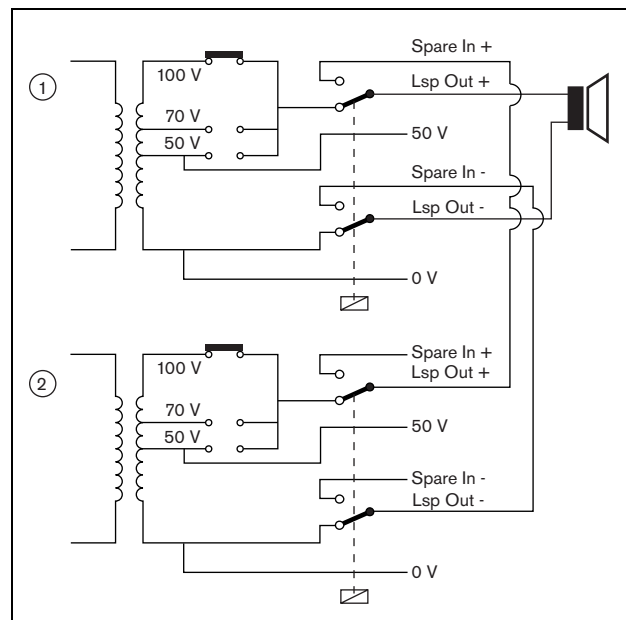
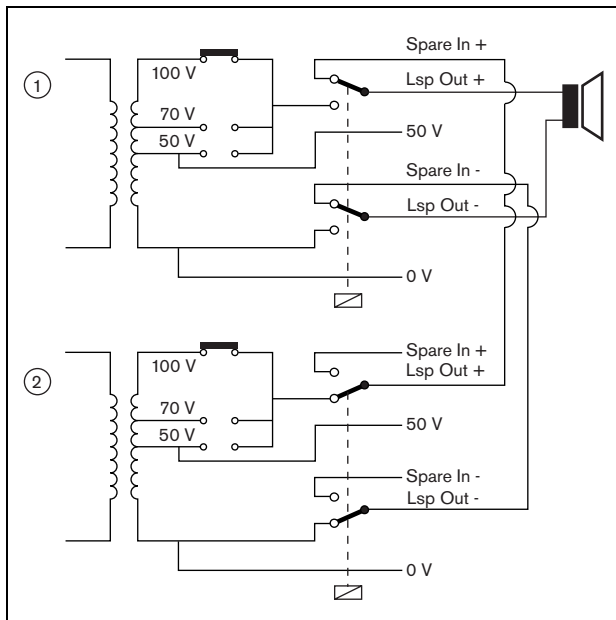

Abbildung 8.8: Endstufe, vor der Umschaltung
Abbildung 8.9: Endstufe, nach der Umschaltung
Die Umschaltung auf das Reservegerät erfolgt durch einen Relaisumschalter. Siehe Abbildung 8.8 für die Situation vor der Umschaltung und Abbildung 8.9 für die Situation nach der Umschaltung. Solange die Hauptendstufe (1) richtig funktioniert, ist dieses Relais stromführend (siehe Abbildung 8.8) und der Ton wird zur Lautsprecherlinie (zu den Anschlüssen *Lsp Out+* und *Lsp Out-*) geleitet. Die Reserveendstufe (2) leitet keinen Ton, da sie nicht mit einer Lautsprecherlinie verbunden ist.
In dem Moment, in dem die Hauptendstufe (1) ausfällt, ist das Relais nicht mehr stromführend und die Schalter gehen in ihre Standardpositionen: *Spare In -* und *Spare In +* (siehe Abbildung 8.9). Das bedeutet, dass die Audioausgabe der Reserveendstufe (2) über die Hauptendstufe (1) zum Lautsprecherkabel geleitet wird. Die Konfigurationseinstellungen (siehe Abschnitt 4.3.3) der Audioausgänge werden von der Haupt-Endstufe zur Reserve-Endstufe übertragen. Die Konfigurationseinstellungen der Audioeingänge, Steuereingänge und Steuerausgänge werden nicht an die Reserve-Endstufe übertragen.